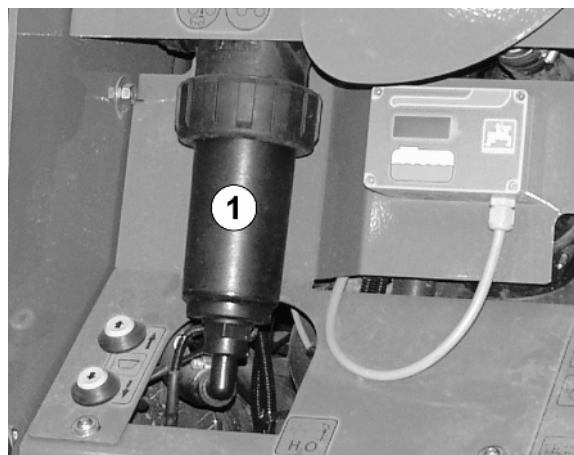

Fig. 129
2. Tag trykfilteret (Fig. 129/1) ud og rengør det med vand.